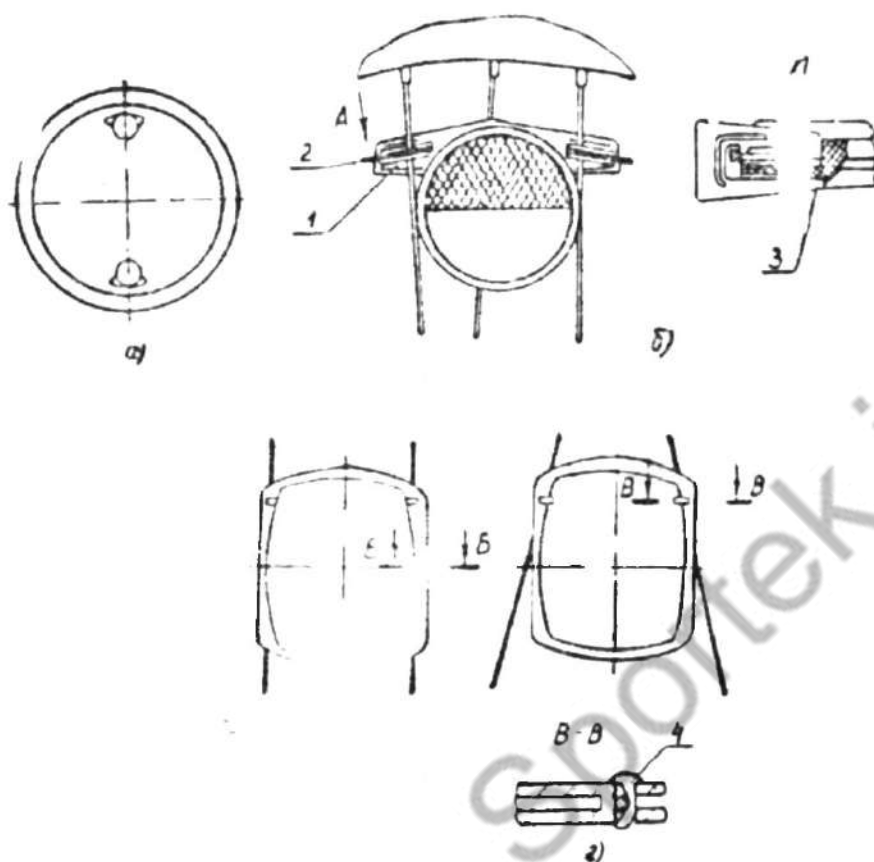

Рис. 11. Установка боковых световозвращателей.
Передний и задний боковые световозвращатели имеют сдвоенные оптические элементы одинакового цвета. Они устанавливаются соответственно на спицы переднего и заднего колес (рис. 11) — по два световозвращателя в колесо в диаметрально противоположных направлениях вентилю.
Для установки сместившегося световозвращателя по спицам необходимо если требуется, передвинуть световозвращатель ближе к ободу колеса, при этом не допускать заметной деформации лепестков (3). На велосипедах могут быть установлены широкоугольные боковые световозвращатели. Они дополнительно крепятся специальными фиксаторами (4) (рис. 11в, г).